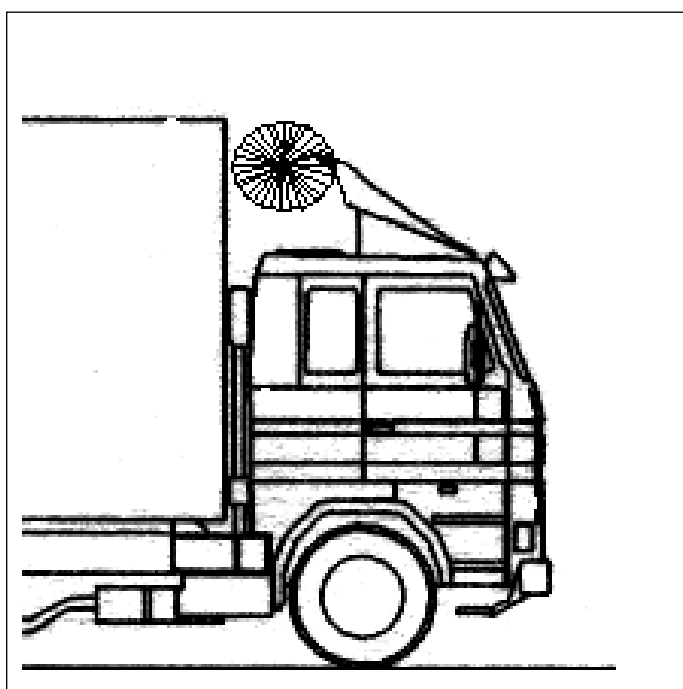

Fig. 11 - Spoiler troppo accentuati
- b) Calandre eccessivamente rientranti verso il basso e spoiler troppo accentuati (Fig. 11). Potrebbero creare problemi agli spazzoloni orizzontali.